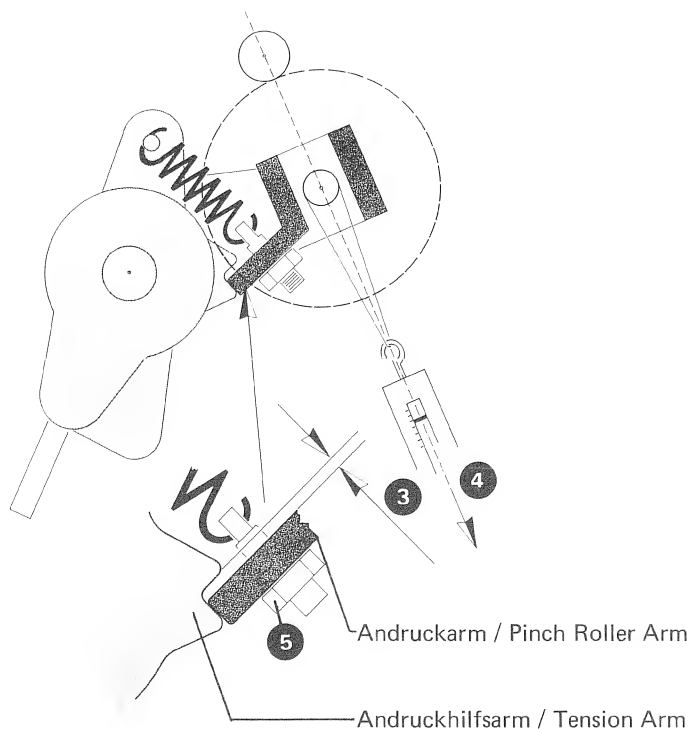

Fig. 2.4.—6
6. Taste PLAY drücken. Befestigungsschrauben des EDIT-Magneten ① lösen. Den EDIT-Magneten so weit nach rechts schieben, dass ein noch spürbares Spiel von ca. 0,3 bis 0,5 mm zwischen Ankerzugstange und Mitnehmerbolzen ⑥ verbleibt. Befestigungsschrauben wieder festziehen (Fig. 2.4.—4).